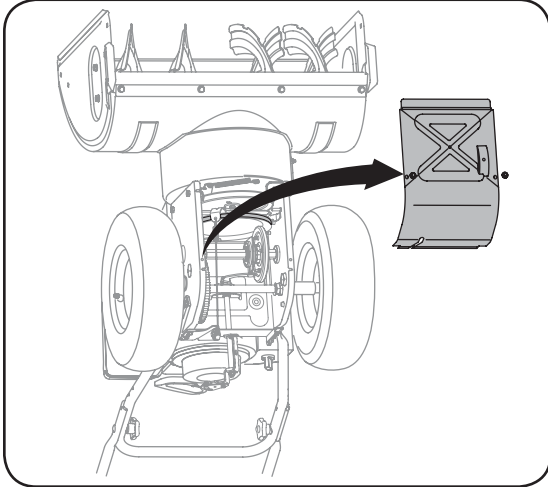

Figure 6-5
1. Basculez doucement la souffeuse vers l'avant pour la faire reposer sur l'habillage de la tarière. Voir la Figure 6-5.
2. Démontez le couvre-châssis du dessous de la souffeuse en retirant les quatre vis auto-taraudeuses qui le maintiennent en place. Voir la Figure 6-5.
2. Basculez doucement la souffieuse vers l'avant pour la faire reposer sur l'habitacle de la tarière. Voir la Figure 6-5.
2. Basculez doucement la souffluse vers l'avant pour la faire reposer sur l'habitacle de la tarière. Démontez le couvre-châssis du dessous de la souffluse en retirant les quatre vis auto-taraudeuses qui le maintiennent en place. Voir la Figure 6-5.
1. Basculez la souffluse vers l'avant puis démontez le couvre-châssis du dessous de la souffluse en retirant les vis auto-taraudeuses. Voir la Figure 6-5 à la page 17.